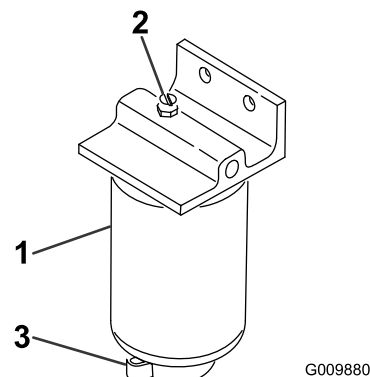

Bild 47
2. Lösen Sie das Ablassventil unten an der Filterglocke und lassen Sie das Wasser ablaufen (Bild 47).
2. Entfernen Sie die Filterglocke und reinigen Sie die Kontaktfläche (Bild 47).